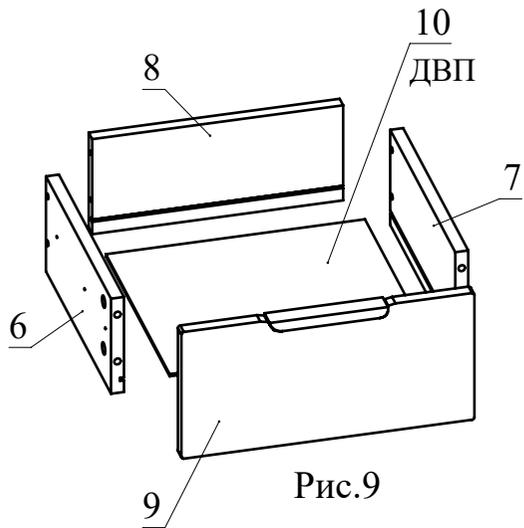
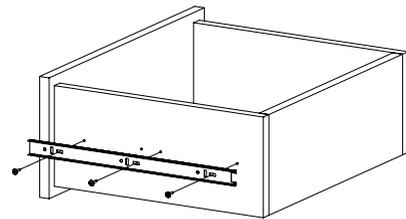

Рис.9
Рис.10
8. Соберите ящик. Для этого соедините детали 6 и 7 с деталью 8 при помощи конфирматов. Вставьте дно ящика 10 из ДВП в пазы деталей 6, 7, 8. Соедините фасад ящика с полученной конструкцией и затяните головки минификсов (Рис. 9). Закрепите внутренние планки направляющих на деталях 6 и 7 шурупами 3,5x16 (Рис. 10). При необходимости регулировки ящика выкрутите шурупы из круглых отверстий и перекрутите в овальные (продольные и вертикальные регулировочные отверстия). Не затягивая до конца шурупы, сместите ответную планку вверх-вниз. Затяните шурупы до конца.